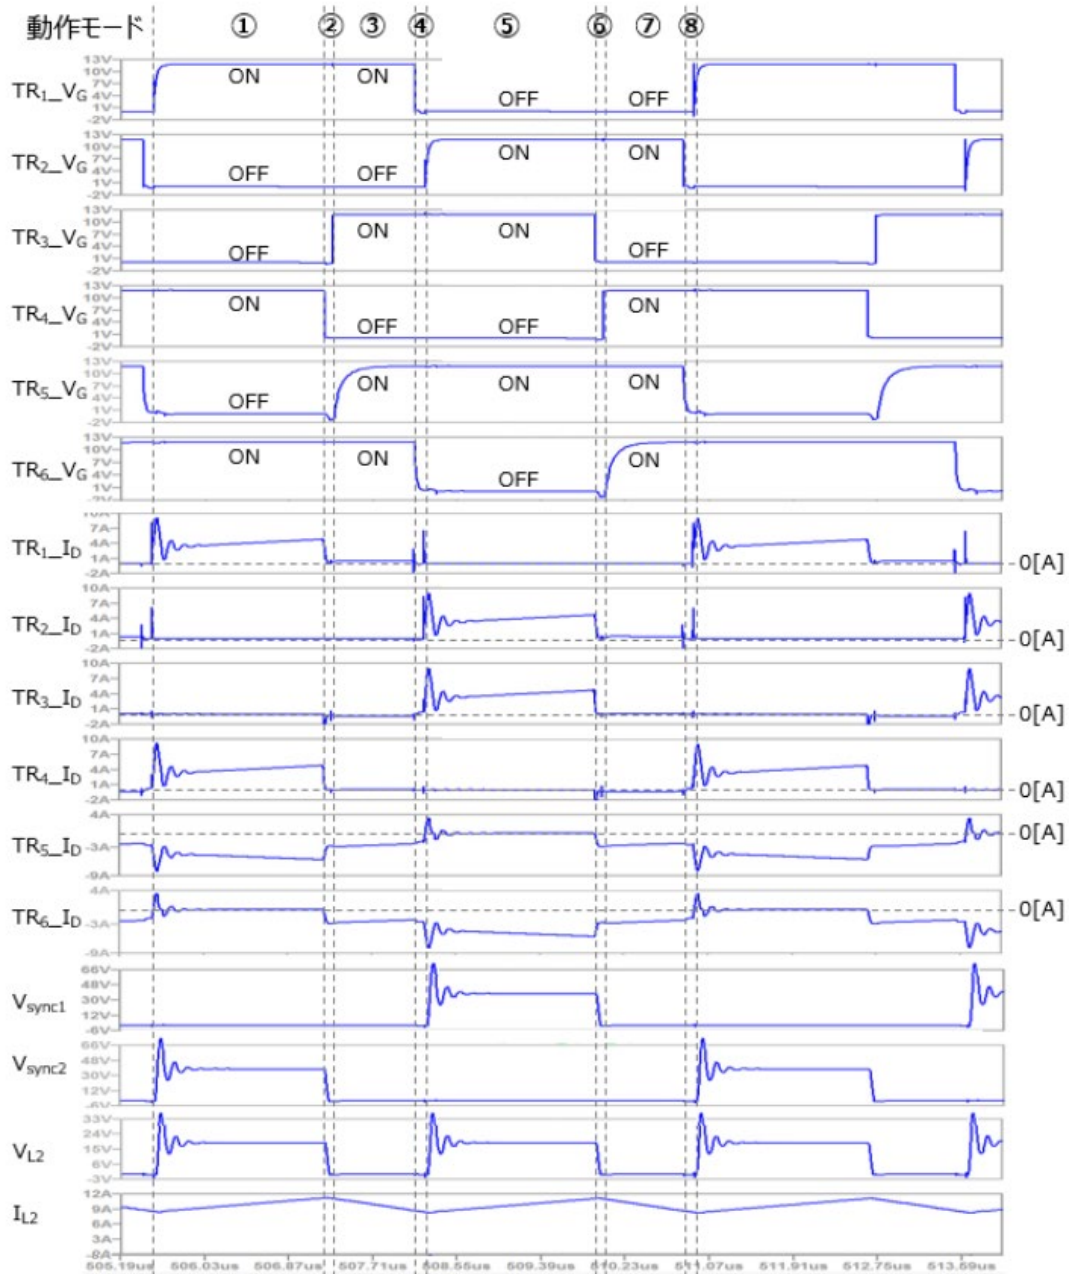

図 5. 8 つの動作モード時の回路動作波形
全 8 つの動作モード時の波形を図 5 にまとめます。これらの簡略化した波形には、スイッチング素子 TR1~TR6のゲート電圧 (VG) とドレイン電流 (ID)、TR5と TR6のドレイン・ソース間電圧 (Vsync1, Vsync2)、端子間電圧 (VL2) とインダクター L2の電流 (IL2) が描かれています。電流はソースからドレインに流れるため、TR5と TR6を流れる電流は負と表記されていることに注意が必要です。